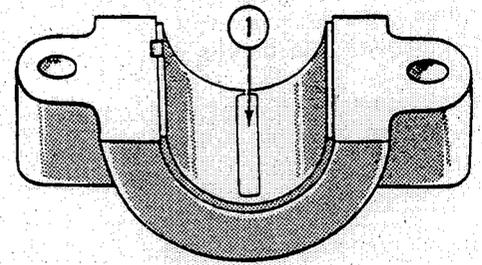

Fig. D-16 Eingelegte Blattlehre
- Schneide ein Stück von einem 13 mm breiten und 0,025 mm starken Stahlband so zu, dass seine Länge um 3 mm kürzer ist als die Breite des zu messenden Lagers. Benetze dieses Stück mit dünnem Motorenöl, lege es in die Schalenhälfte des Deckels ein und setze den Lagerdeckel auf – siehe Fig. D-16.